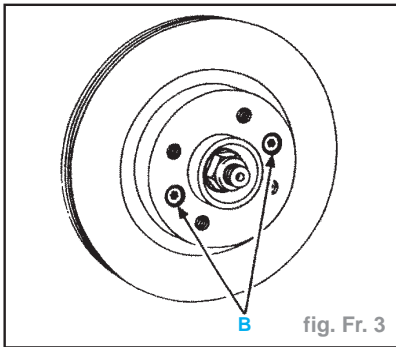

fig. Fr. 3
- les deux vis (B) de fixation du disque (fig. Fr. 3).
- Mettre en place le disque sur le moyeu et le fixer à l'aide des deux vis (B) (fig. Fr. 3)